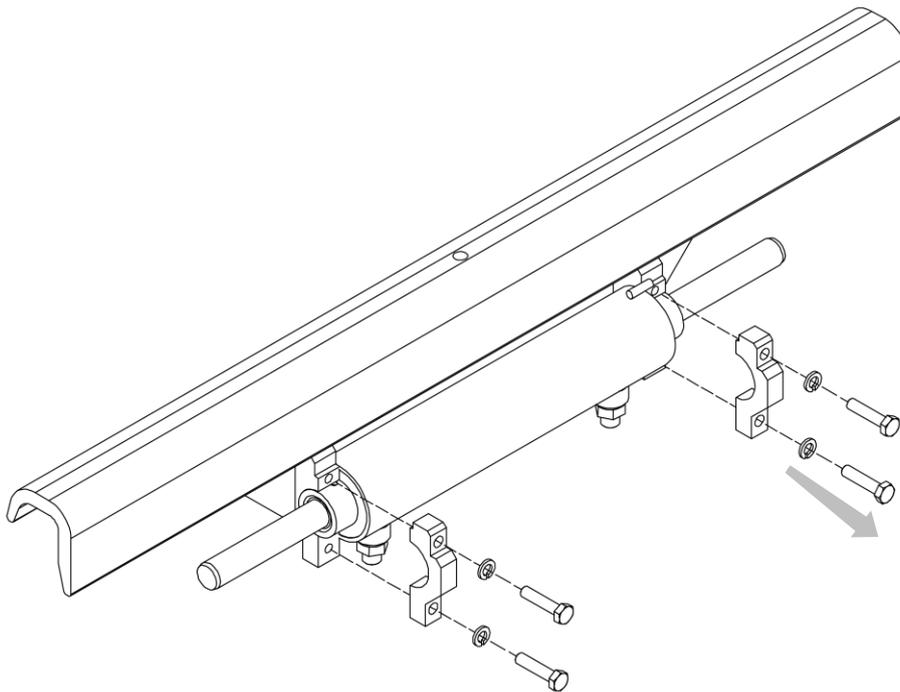

Figura 39
4. Prendere come riferimento la *Figura 39*.